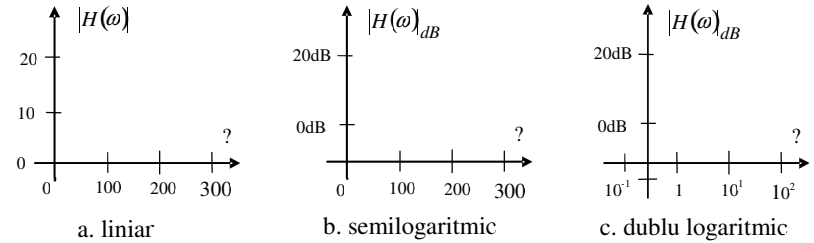

Figura 3
Reprezentarea grafică a caracteristicii de amplitudine se poate face într-un sistem de coordonate liniar, semilogaritmice sau dublu logaritmice (figura 3), preferîndu-se de obicei al treilea sistem. Sistemul dublu logaritmice, denumit și diagramă Bode, permite reprezentarea caracteristicilor de amplitudine într-un domeniu larg de frecvențe.
1. Să se deducă formula frecvenței de tăiere pentru circuitele din figura 3.